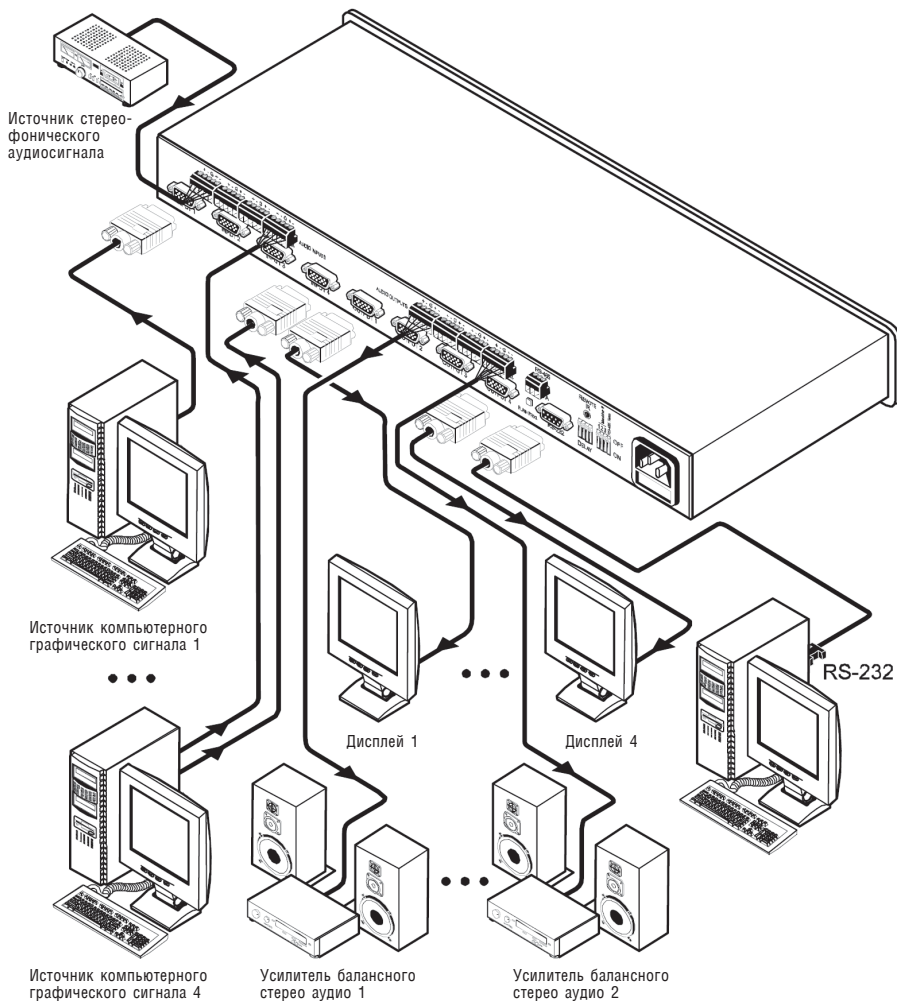

Рис. 2. Подключение источников и приемников сигнала
Подключение источников и приемников сигнала к **VP-4x4xl** иллюстрирует пример на рис. 2.
2. Подключите до четырех источников стереофонического балансного аудиосигнала (см. раздел 6.2) к клеммным блокам AUDIO INPUT (это может быть как звуковая плата компьютера, так и сторонний источник, как, например, показанный на рис. 2 подключенным ко входу 1)